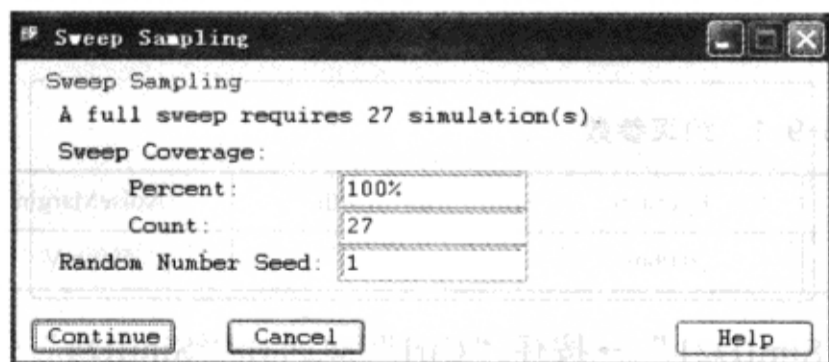

图 3-9-14 “Sweep Sampling”对话框
(4) 在“SigXplorer PCB SI XL”窗口执行菜单命令“Analyze”→“Simulate”，开始扫描仿真→弹出“Sweep Sampling”对话框，如图 3-9-14 所示。